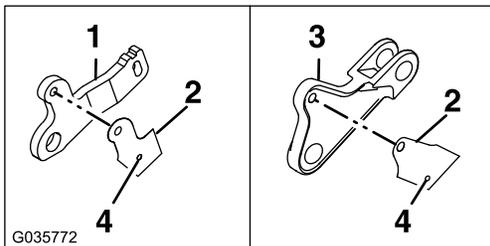

Figura 4
6. Recorte la plantilla del brazo de elevación de la carcasa trasera apropiada, alinee la plantilla como se muestra en Figura 4, use un punzón central para el taladro y haga el taladro de la siguiente manera: